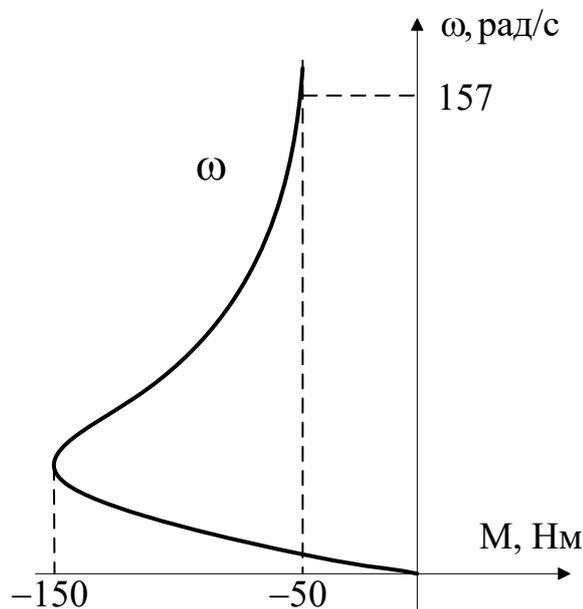

Рис. 5.4. Механическая характеристика АД
6. Оценить полные потери энергии при динамическом торможении вхолостую АД с короткозамкнутым ротором и сравнить с потерями в номинальном режиме за то же время, если $J_\Sigma = 1$ кг·м²; $M_K = 200$ Н·м; $M_{II} = 120$ Н·м; $M_H = 100$ Н·м; $\omega_H = 150$ рад/с; $R_1/R'_2 = 1$; $\eta_H = 85$ %, а механическая характеристика АД при динамическом торможении показана на рис. 5.4.